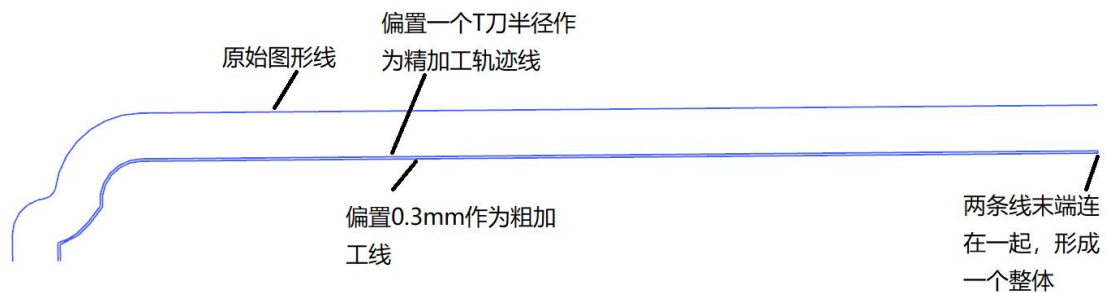

图 6-10 辅助线
(1) 辅助线绘制，如图 6-10 所示。
复制 T 型刀精加工刀路，更换燕尾刀，设置部件边界，如图 6-14 所示，参数设置好后，选择图 6-10 所示的辅助线。然后把图 6-14